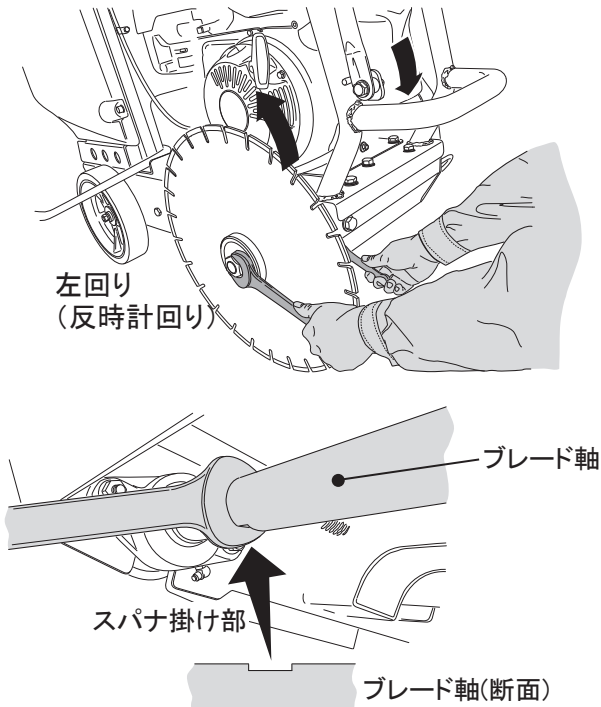

図 9
- b. 付属の2本のスパナ (36と30) で締め込みます。スパナ (36) を締付ナットへ、スパナ (30) を本体下部側のブレード軸にある切りかけに取付けます。ゆるまないように左回り (反時計回り) に十分締め付けてください。(図9)